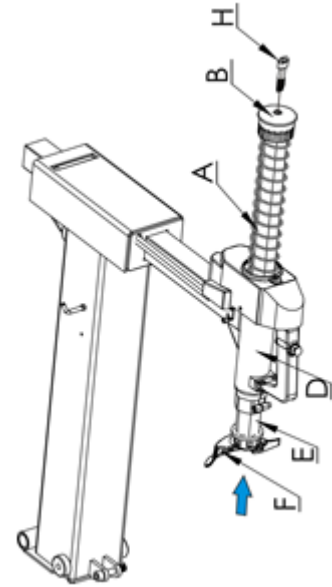

Fig. 7
- Draai de inbusbout (H, fig.7) los en verwijder vervolgens de dop (B, fig.7) en de veer (A, fig.7).
- Kantel de kolom naar achteren en schuif de hexagonale (de)monteerarm (E, fig.7) door de opening in de horizontale arm. **Let erop dat de (de)monteerarm (E, fig.7) in de goede richting zit!**
- Plaats de veer (A, fig.7) over de (de)monteerarm en zet deze vervolgens vast met de dop (B, fig.7) en draai nu de inbusbout (H, fig.7) vast.